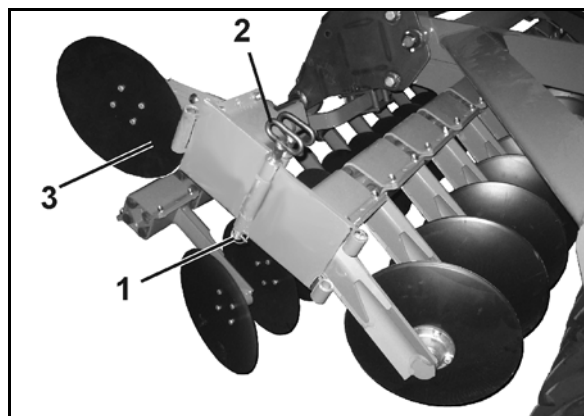

Fig. 58
- 2.1 Løsne akselpinnen (Fig. 58/1).
- 2.2 Trekk ut låsebolten (Fig. 58/2).
- 2.3 Sving inn kantskiven (Fig. 58/3) og fest den i denne stillingen med bolten.